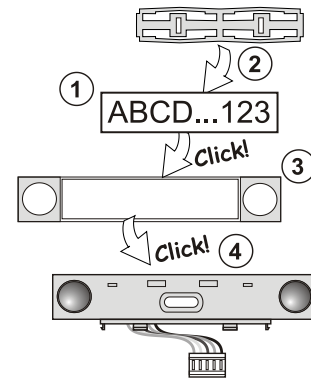

Figura 3: Inserimento di un'etichetta nel segmento di controllo
- a. Quando il dispositivo è acceso, il pulsante giallo di attivazione della retroilluminazione (3) inizia a lampeggiare ripetutamente per indicare che il modulo non è stato registrato nel sistema.
- c. Premere il pulsante di attivazione della retroilluminazione (3) sopra allo schermo – il modulo viene quindi registrato e il LED giallo si spegne.
9. Quando l'installazione è completa, inserire le etichette descrittive sulle coperture trasparenti del segmento e chiuderle, vedere la Figura 3. La stampa dell'etichetta fa parte della finestra (**Dispositivi**) del software **F-Link**, nella posizione del modulo – **Parametri**).